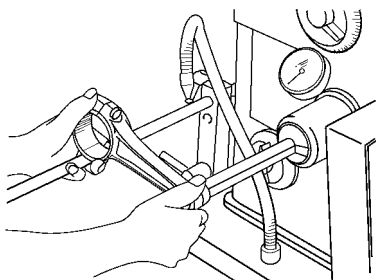

图 1-129 珩磨新衬套并检查油隙
1) 珩磨新衬套并检查油隙是否在标准范围内，如图 1-129 所示。